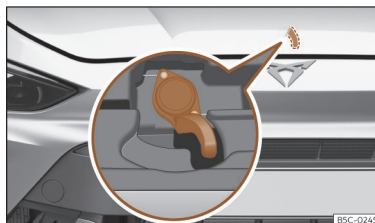

Fig. 227 Alavanca sob o capô.
• Para levantar o capô, pressione para a esquerda com a palma da mão para baixo a alavanca situada sob o capô, no centro >>> **Fig. 227 ②**. Os ganchos de fixação ficam desbloqueados.